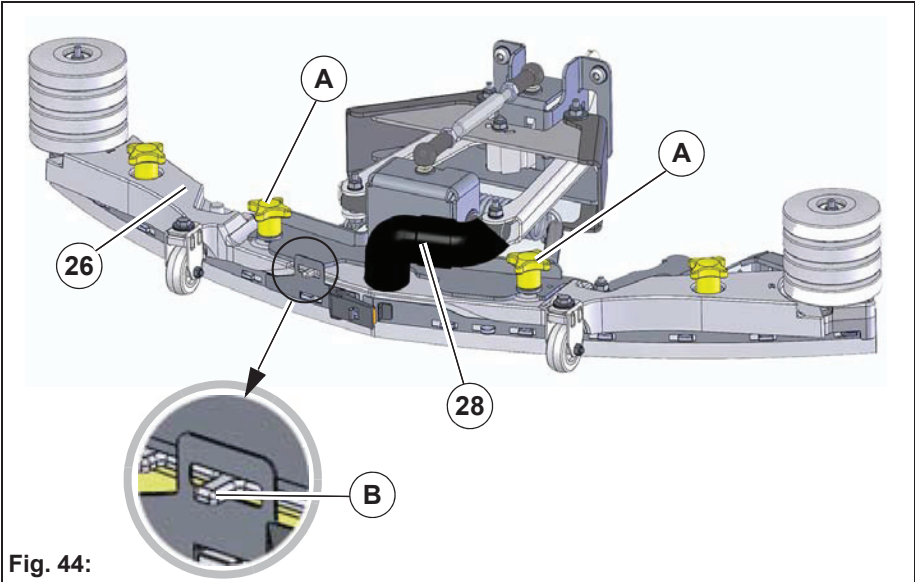
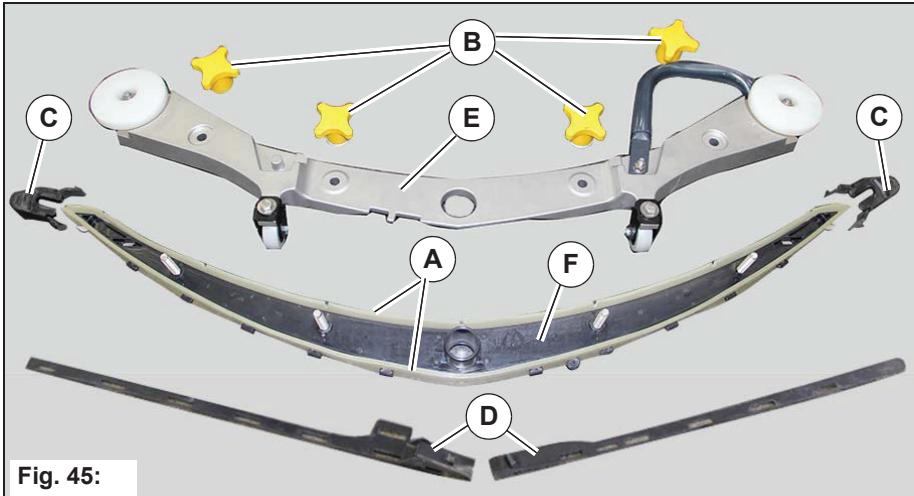

Fig. 44:
Fig. 45:
1. Trekk av sugeslange **Fig. 44-28**, løsne begge stjernegrep **Fig. 44-A** og ta av sugefoten.
Kontroller tetningslistene **Fig. 45-A** på sugefoten ukentlig for slitasje og lytefri tilstand. Hvis den brukte tetningskanten på tetningslisten er lukket etter skadet, må tetningslisten vendes hhv. skiftes ut. Hver tetningslist kan brukes fire ganger før den må erstattes.
2. Løsne stjernegrep **Fig. 44-A** og ta av sugefoten.
3. Trykk sammen vernehettene **Fig. 45-C** og trekk den av.
4. Løsne spennbåndet **Fig. 45-D** og fjern fra sikringen **Fig. 44-B**.
5. Trekk aludelen **Fig. 45-E** oppover.
6. Fjern tetningslistene **Fig. 45-A** fra plastdelen **Fig. 45-F**.